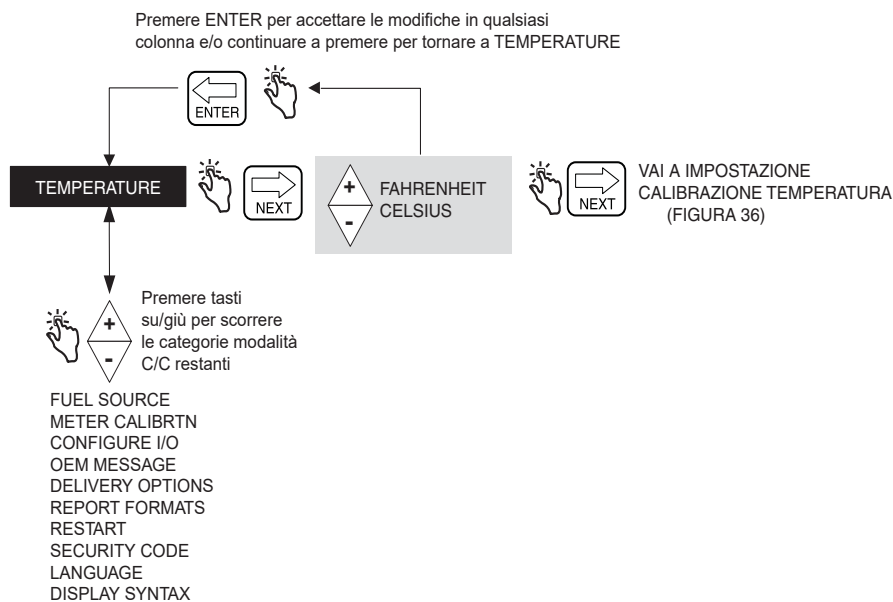

Figura 35. Impostazione Temperature
La Figura 35 illustra l'impostazione della sonda di temperatura nella modalità C&C.
1. Impostare la modalità di temperatura su Celsius o Fahrenheit, come mostrato nella Figura 35, Impostazione della temperatura.